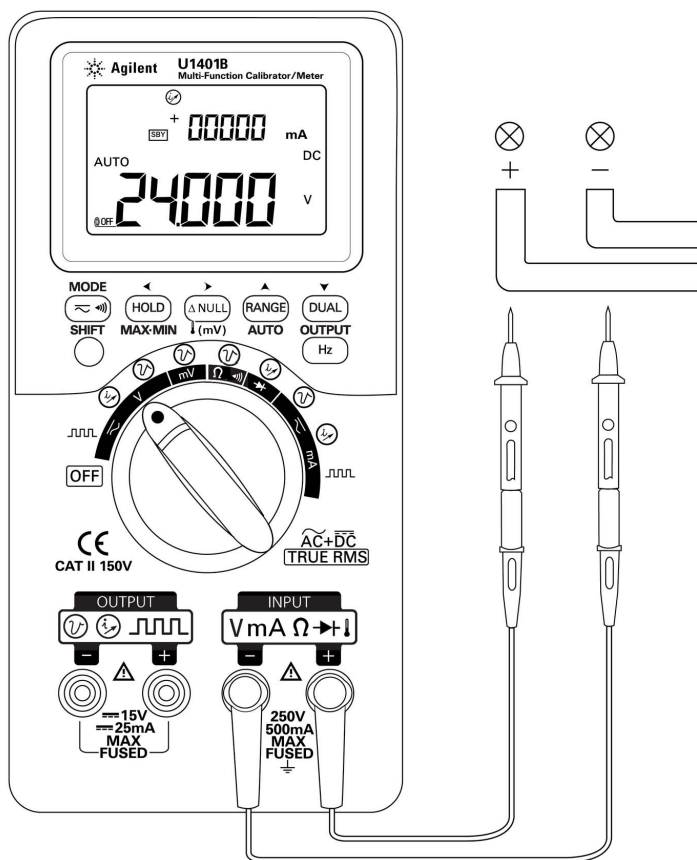

图 3-1 DC 电压测量
- 3 将红色和黑色测试引线分别连接到正极和负极输入端子（第 47 页上的图 3-1）。